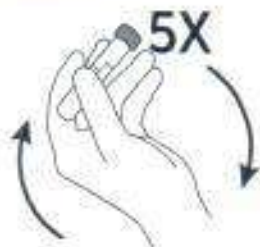

Figura 4-24 Invertir la muestra
12. Vuelva a colocar la tapa en el tubo con diluyente, presionando y girando de manera simultánea. Inmediatamente después de volver a colocar la tapa, invierta el tubo suavemente cinco veces para mezclar los reactivos (Figura 4-24). El material de control debería utilizarse dentro de los 15 minutos de la reconstitución.